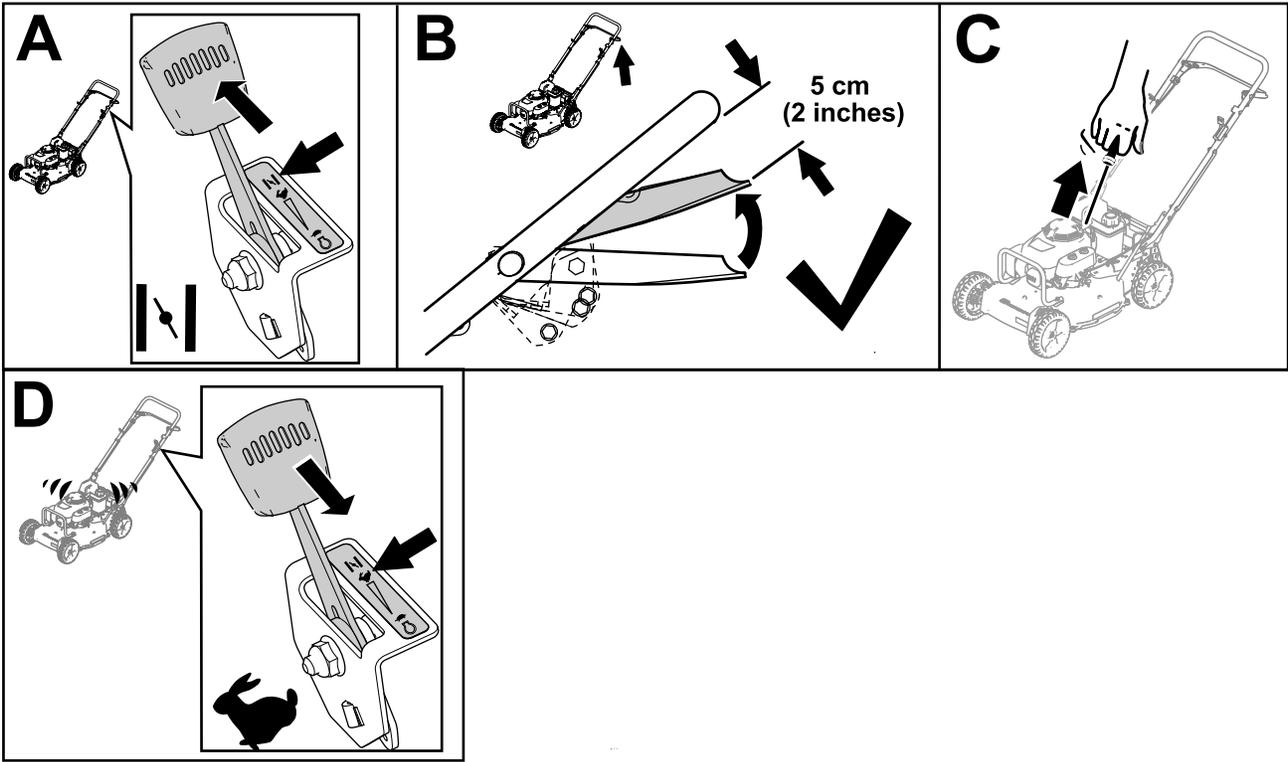

Figure 15
3. Réglez la commande d'accélérateur en position STARTER (A de Figure 15).
4. Maintenez la barre de commande de la lame à la position Marche/Changement à environ 5 cm (2 po) sous le guidon (encadré B de la Figure 15).
5. Tirez lentement la poignée du lanceur jusqu'à ce que vous sentiez une résistance, puis tirez vigoureusement (C de Figure 15).
6. Lorsque le moteur démarre, amenez la commande d'accélérateur en position HAUT RÉGIME (D de Figure 15).
**Remarque:** Fermez le robinet d'arrivée de carburant en tournant le levier (Figure 15) vers la gauche si vous ne prévoyez pas de démarrer le moteur tout de suite après.